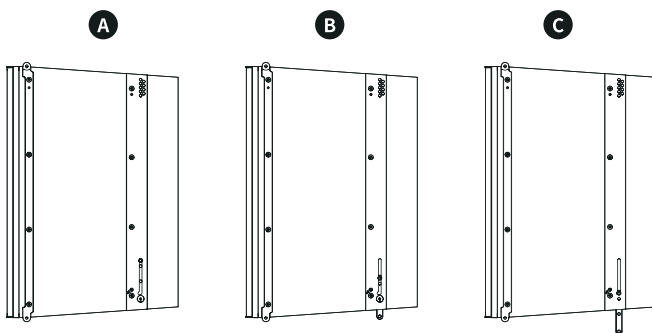

图 8. M-FXA 低音音箱中的后部吊挂件
- 底部孔位: 当音箱下方不再需要吊挂其他音箱时, 或是出于安全存放和运输的考虑时, 可以将铝条完全隐藏在其中。详见图 8 中的 A。
- 中心孔位: 用于安装 M-F3A FA34 适配器, 以便在下方吊挂一个或多个 M-FXA 音箱。详见图 8 中的 B。
- 上部孔位: 用于在下方吊挂另一个 M-FXA FS。在此位置时, 铝条完全伸出, 用于确定下一个低音音箱的张角角度。详见图 8 中的 C。